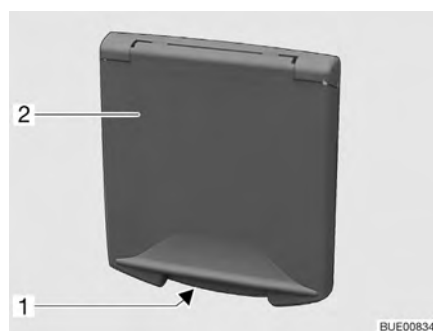

Fig. 33 Portillon pour le raccordement 230 V
- Dans la poignée encastrée (Fig. 33,1), saisir le portillon extérieur (Fig. 33,2) et le faire basculer vers le haut.